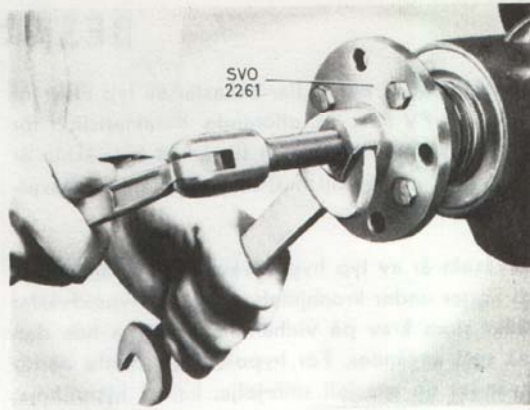
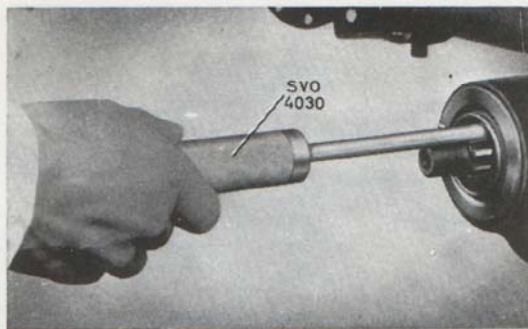

Bild 5. Demont. av medbringare, PV 544.
Bild 7. Demont. av tätningssring.
bringaren med SVO 2261 för PV 544 och SVO 2262 för P 120. Se bild 5 resp. 6. Tag bort den gamla tätningssringen med SVO 4030, bild 7.
1. Sätt upp bakväxeln i fixtur SVO 4110. Kontrollera att överfallen (37) för differentiallagren är sammärkta med huset. Märk annars ena sidan med körslag. Skruva bort skruvarna (44) för överfallen och tag bort dessa.
2. Tag bort ställmutterar (34) och lagringar. Lyft bort differential med kronhjul.
3. Lossa muttern (22) för medbringaren. Använd därvid SVO 2409 som mothåll. Drag av medbringaren (21) med verktyg SVO 2261 för PV 544 och SVO 2262 för P 120, bild 5 resp. 6. Pressa ut pinjongen (18).
4. Drag ut tätningsskivan (20) med utdragare SVO 4030 ur pinjonghusets främre ände, bild 7. Tag bort papperspackning, plåtbricka (19) och rulllager (25).